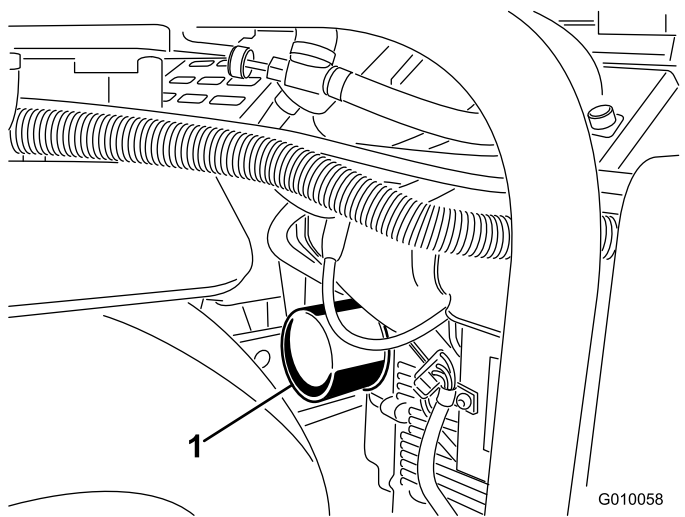
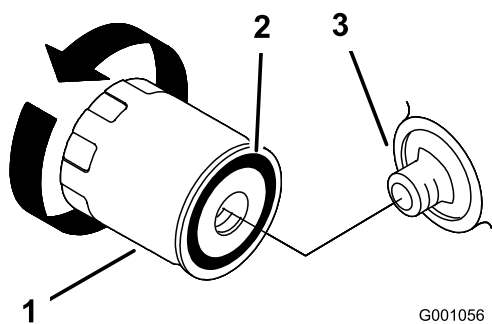

图47
图48
5. 在滤清器下面放一个浅盘或抹布接住机油 (图47)。
6. 拆下旧滤芯 图47 和 图48 并擦拭滤芯安装座垫片的表面。